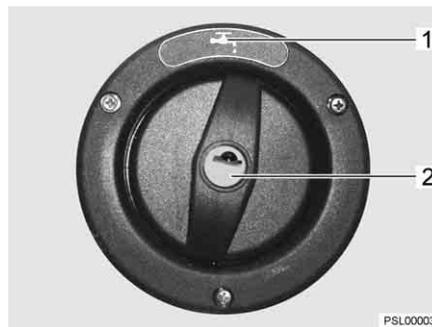

Fig. 237 Couvercle de fermeture pour bec de remplissage d'eau potable
Le bec de remplissage d'eau potable est désigné par le symbole "☞" (Fig. 237,1). Le couvercle de fermeture est ouvert et verrouillé à l'aide de la clé pour les serrures extérieures.
- Insérer la clé dans le barillet (Fig. 237,2) et la tourner d'un quart de tour dans le sens inverse des aiguilles d'une montre.